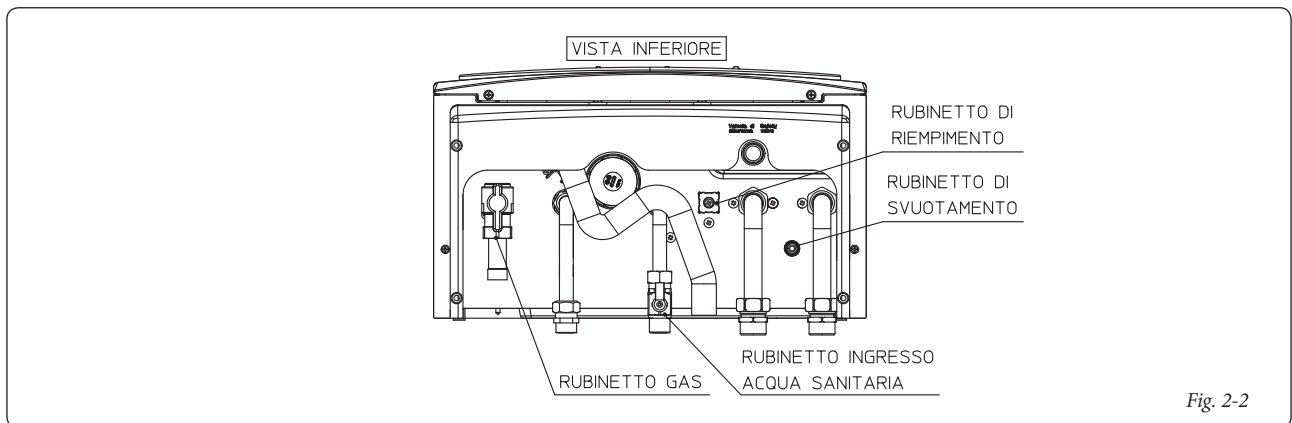

Fig. 2-2
*Se la pressione è inferiore ad 1 bar (ad impianto freddo) è necessario provvedere al ripristino attraverso il rubinetto posto nella parte inferiore della caldaia (Fig. 2-2).*
Per poter compiere l’operazione di svuotamento della caldaia agire sull’apposito rubinetto svuotamento impianto (Fig. 2-2).